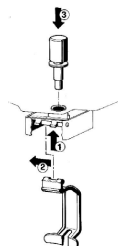

Figure 6
- Montare il rubinetto in acciaio inossidabile, posizionare le leva del rubinetto (1-2) e infilare il tamper nel giunto (fig 6)